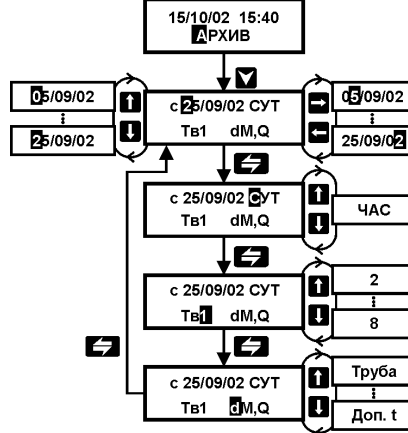

Рисунок 19 – Последовательность действий по просмотру архивной информации
1. Установить кнопками  или  пункт меню 1–ого уровня **АРХИВ** (рисунок 19);